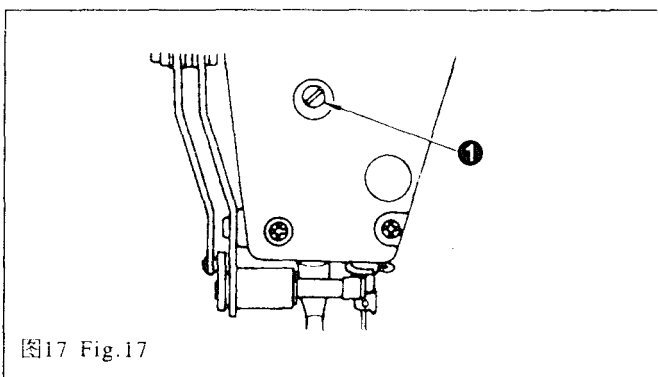

图17 Fig.17
13. 压杆高度的调节(图17)
13. ADJUSTING THE HEIGHT OF THE PRESSER BAR (Fig.17)